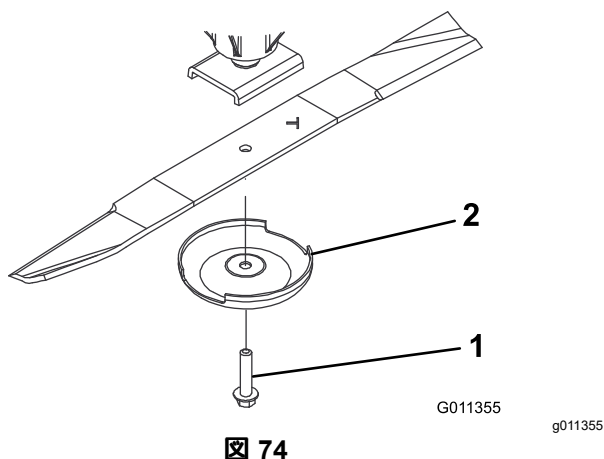

図 74
3. スピンドルのシャフトからブレードボルト、芝削り防止カップ、ブレードを取り外す 図 74。